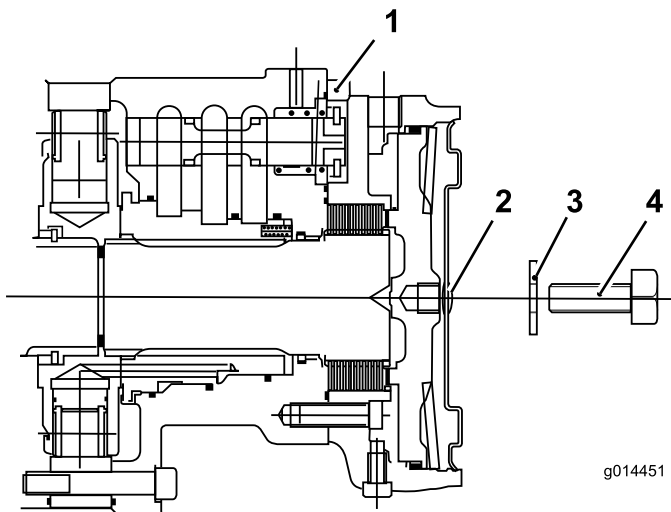

**Figura 44**
6. En el conjunto de freno del motor de la rueda delantera derecha, retire el tapón hexagonal (Figura 44).